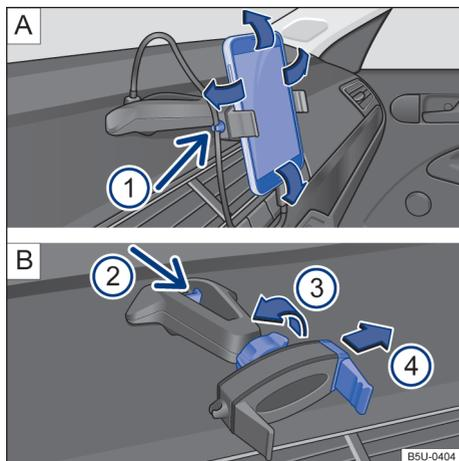

Fig. 145 No console central: suporte para smartphone e ajustes.
- Segurar o suporte com uma mão e pressionar o botão de destravamento → Fig. 145 B ② (seta).
- Com a haste → Fig. 145 B ④ deslocar no sentido da seta, e instalar o smartphone no alojamento.
- Com a outra mão deslocar a haste → Fig. 145 B ④ até que seja possível remover o aparelho do alojamento.
- Colocar o cabo USB na entrada carregador USB do suporte existente no painel de instrumentos → Fig. 145 A.
- Prender o cabo no suporte → Fig. 145 A ①.
- Para liberar o movimento do suporte, girar a trava → Fig. 145 B ③ no sentido contrário da seta.
- Para fixar a posição, girar a trava no sentido da seta ③ → Fig. 145 B até a fixação total do suporte.
i O suporte para smartphone tem garantia de 3 anos, com exceção da haste deslizante (garra) → Fig. 145 **B** ④ que tem garantia de 1 ano.